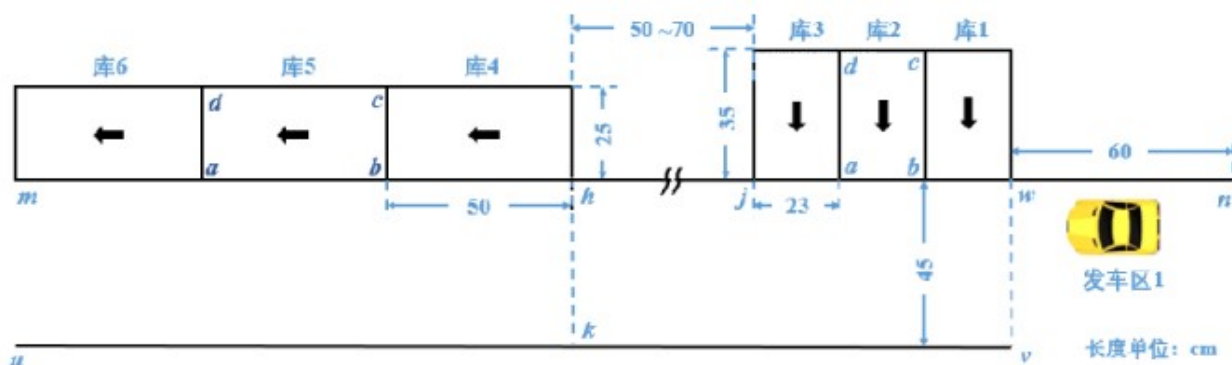
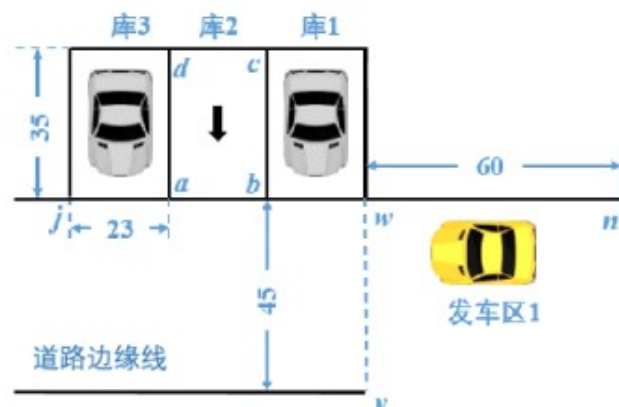
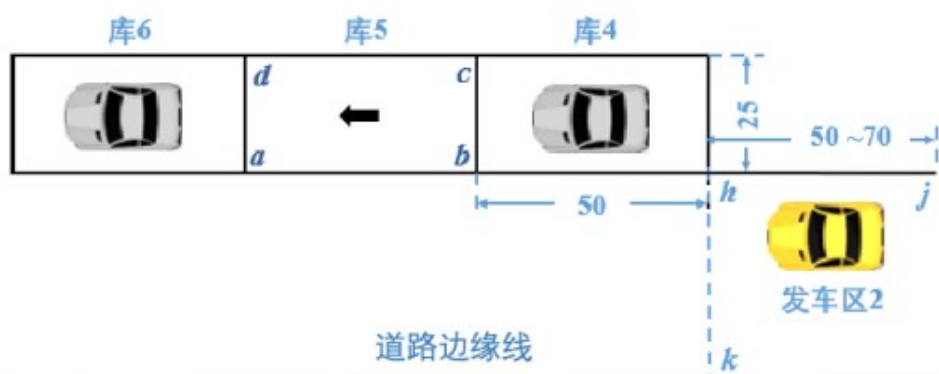

图 1 作品测试泊车场地示意图
图2 倒车入库/出库区域示意图
图3 侧方入库/出库区域示意图
设计制作具有自动泊车功能的电动车,可在图 1 所示的作品测试泊车场地上,分别独立完成“倒车入库/出库”或“侧方入库/出库”的单项操作,也可连续完成这两项入库/出库的操作。
(1) 单项倒车入库/出库①：如图 2 所示，一键启动摆放在“发车区 1”内的电动车，电动车以“右侧垂直泊车方式”自动倒车进入库 2 内居中位置停车（详见图 2 中库区 $abcd$ ，此时库 1、库 3 内均停有车辆），倒车入库时间 T_1 越短越好（ T_1 定义见本题说明， $T_1 > 30s$ 的 T_1 测试项成绩记 0 分）。电动车在库内停车到位 5s 后，沿车头方向右转出库，车身整体出库时间不超过 15s。（20 分）
(2) 单项侧方入库/出库①：如图3所示，一键启动摆放在“发车区2”内的电动车，电动车以“右侧平行泊车方式”自动泊入库5内居中位置停车（详见图3中库区abcd，此时库4、库6内均停有车辆），侧方入库时间 T_2 越短越好（ T_2 定义见本题说明， $T_2 > 30s$ 的 T_2 测试项成绩记0分）。电动车在库内停车到位5s后，沿车头方向出库，车身整体出库时间不超过15s。（20分）
(3) 单项倒车入库/出库②：移除图 2 中库 1、库 3 内停放的车辆，逐条按照第 (1) 项要求，电动车完成“邻库无车”时的倒车入库/出库。(20 分)
(4) 单项侧方入库/出库②：移除图 3 中库 4、库 6 内停放的车辆，逐条按照第 (2) 项要求，电动车完成“邻库无车”时的侧方入库/出库。(20 分)
(5) 连续倒车与侧方入库/出库①：如果参赛者确认其作品能连续完成第 (1)、(2) 项功能要求，可直接测试本项，成功完成的将在第 (1)、(2) 项得分基础上加 5 分。此刻泊车场地（图 1）中的库 1、3、4、6 内均居中停有车辆。电动车自图 1 中“发车区 1”内一键启动泊车，按第 (1)、(2) 项要求，连续完成自动倒车及侧方入库/出库。(5 分)
(6) 连续倒车与侧方入库/出库②：如果参赛者确认能够连续完成第 (3)、(4) 项功能要求，则直接测试第 (6) 项，成功完成的可在第 (3)、(4) 项得分基础上加 5 分。此刻同时移除泊车场地（图 1）中的库 1、3、4、6 内所有停放车辆，电动车自图 1 中“发车区 1”内一键启动泊车，按照第 (3)、(4) 项要求，连续完成自动倒车与侧方入库/出库。(5 分)
(7) 其他 (10 分)
(8) 设计报告 (20 分)
2) 测试场地：赛区测试电动车自动泊车的场地如图 1 所示，单项泊车场地（图 2、图 3）各为赛区测试场地（图 1）的一部分，赛区测试场地不标注蓝色字符和线段，直线段 hj 长度范围 $50\sim 70\text{cm}$ （具体长度由赛区决定）。倒库泊车的三个车库（库 1~3）长度均为 35cm 、宽度均为 23cm ；侧方泊车的三个车库（库 4~6）长度均为 50cm 、宽度均为 25cm 。图中长方形 $abcd$ 为泊车库，线段 ab 为“库口线”，线段 bc 、 cd 、 da 为“库边线”；线段 uv 与 mn 为道路边缘线， mn 与所有“库口线”重合。泊车场地应铺白纸，纸上的黑色实线用 1.8cm 左右宽度的黑色胶带粘贴而成。
3) 发车区 1：测试第（1）、（3）项及第（5）、（6）项要求的功能时，电动车应摆放于图 1 中“发车区 1”内，即车身右侧投影线距离直线段 mn 约 5cm ，车头投影线距离前方虚线段 wv 约 $5\sim 30\text{cm}$ ，测试时将随机调整该距离。
4) 发车区 2：测试第（2）、（4）项要求的功能时，电动车应摆放于图 3 中“发车区 2”内，即车身右侧投影线距离直线段 mn 约 5cm ，车头投影线距离前方虚线段 hk 约 $5\sim 30\text{cm}$ ，测试时将随机调整该距离。